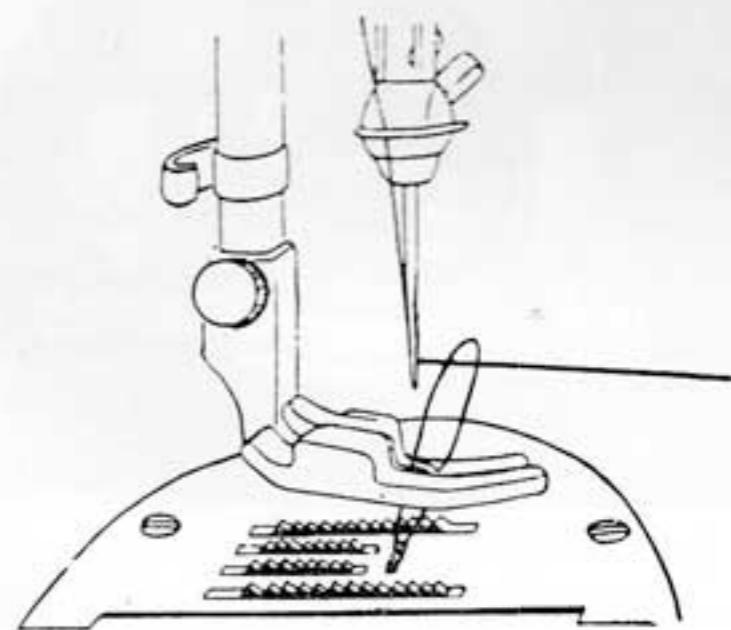

Fig. 12
- 3) Tirez ou fil que vous tenez et ainsi le fil inférieur remontera par le petit trou de la plaque de fond. (Fig. 12)